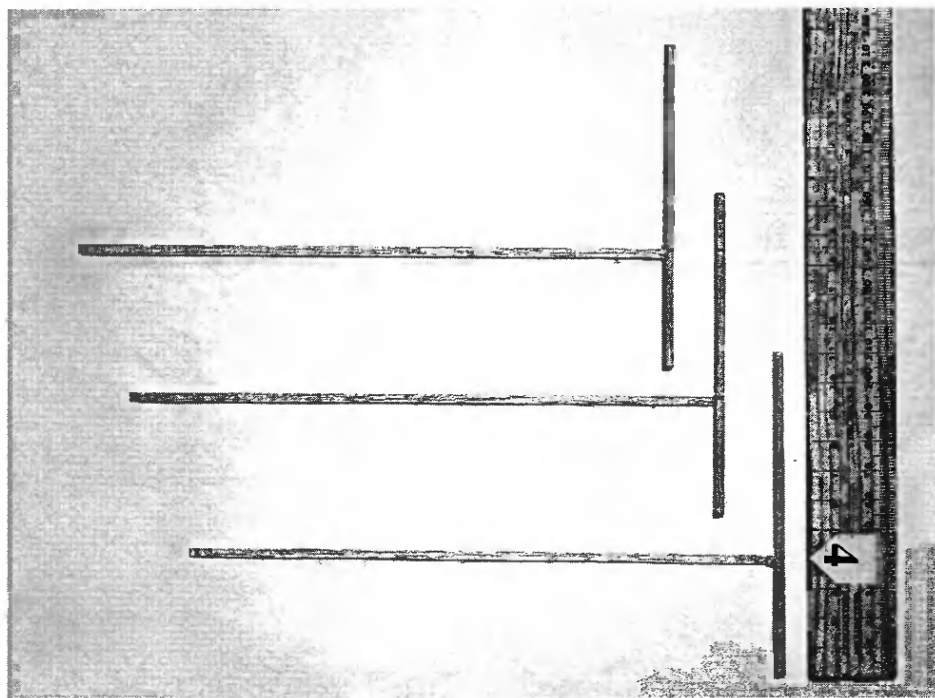

Рис. 1.13. Каждая из трех опор из дерева бальза в сборе
3. Соберите бальзовые опоры (рис. 1.13). Пометьте верхушку каждой полоски длиной 11 см, чтобы вам легче было ориентироваться, где верх, и поставьте отметку на расстоянии 4 см от нижней точки. Экономно используя суперклея, приклейте три вертикальных пластинки 11 см к горизонтальным пластинкам 20 см, как это показано на рис. 1.13. На рисунке срезанные края пластинок длиной 20 см приклеены под прямым углом на отметках 4 см к вертикальным пластинкам.